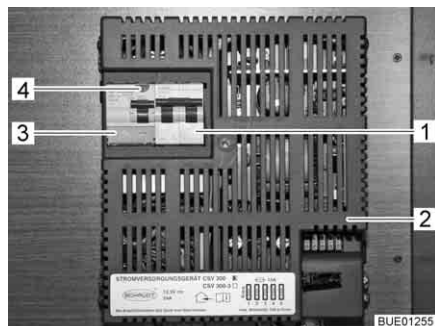

Fig. 126 Interruttore di sicurezza a 230 V e interruttore automatico FI (CSV 300)
Un interruttore di sicurezza per correnti di guasto (interruttore automatico FI) (Fig. 126,3) nell'apparecchio per l'alimentazione elettrica CSV 300 (Fig. 126,2) protegge l'intero veicolo da correnti di guasto (0,03 A).
Un interruttore di sicurezza bipolare collegato in serie (Fig. 126,1) nell'apparecchio per l'alimentazione elettrica protegge la rete di bordo a 230 V.
- Se il veicolo è collegato all'alimentazione a 230 V, premere il tasto di controllo (Fig. 126,4). L'interruttore di sicurezza per correnti di guasto (FI) deve scattare.